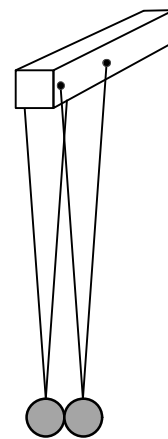

Рис. 1
1. Дві однакові сталеві кульки підвісьте на біфілярних підвісах так, щоб вони дотикались одна до одної. Нитки біфілярних підвісів повинні бути паралельні. Реалізувати вказане кріплення можна наступним чином. У бічні грані дерев'яної планки, ширина якої дорівнює діаметру кульки, забивають по два цвяхи, до яких прикріплюють біфілярний підвіс кульок. Планку закріплюють в штативі (рис. 1).